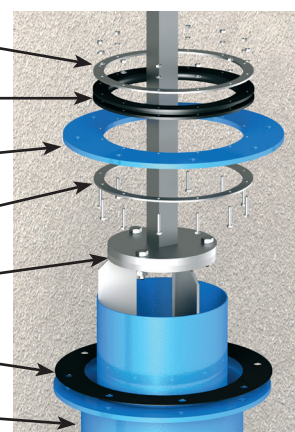

Fig. 12
5. Una vez colocada por encima de la brida del obturador (2), proceder a soltar y retirar la tornillería de las bridas de amarre (3) de la junta de estanqueidad (fig. 12).
6. En este punto la junta de estanqueidad (6) se encuentra sin amarrar, por lo que se puede retirarla de la brida soporte junta (5) y limpiar el alojamiento para que la nueva junta (6) asiente correctamente.
7. Colocar sobre la brida soporte (5) una nueva junta de estanqueidad (6) con las mismas dimensiones que la retirada, cerciorándose de que los dos extremos de la junta se unen perfectamente.
8. Atornillar sobre la junta de estanqueidad (6) las dos bridas de amarre (3).
9. Descender la brida soporte (5) con la junta (6) y sus bridas (3) hasta colocarlo en su ubicación original, esto es, sobre la brida del cuerpo (1).
10. Asegurarse que la junta (4) que se halla entre ambas bridas se encuentra en condiciones correctas y libre de residuos.
11. Proceder a atornillar la brida soporte junta (5) sobre el cuerpo (1) en modo cruzado.
12. Una vez sustituida la junta de estanqueidad (6), se recomienda realizar varias operaciones en vacío para comprobar el correcto funcionamiento de la válvula.